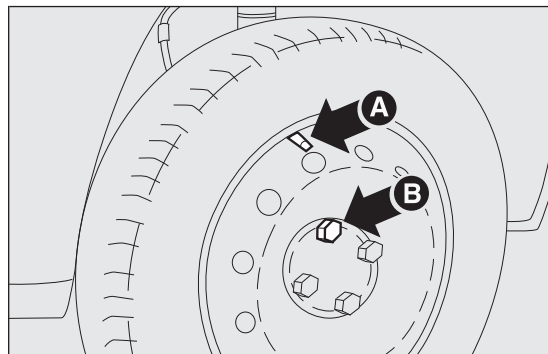

fig. 124
- ☐ para los vehículos con llantas de aleación, montar la rueda normal apretando el primer tornillo B fig. 124 con 2 vueltas en el orificio más cercano a la válvula de inflado A;